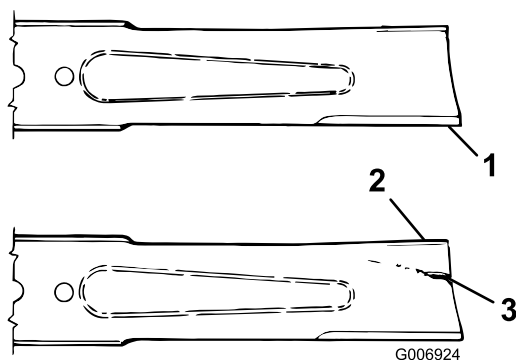

Figura 77
3. Examine cuidadosamente los extremos de corte de la cuchilla, sobre todo en el punto de reunión entre la parte plana y la parte curva de la cuchilla (Figura 77).
4. Si se aprecia desgaste (Figura 77), cambie la cuchilla; consulte Inspección del plano de la cuchilla (página 71).
Si se permite que la cuchilla se desgaste, se formará una hendidura entre la vela y la parte plana de la cuchilla (Figura 77). Con el tiempo, una parte de la cuchilla puede desprenderse y ser arrojada desde debajo de la carcasa, posiblemente causando lesiones graves a usted o a otra persona.